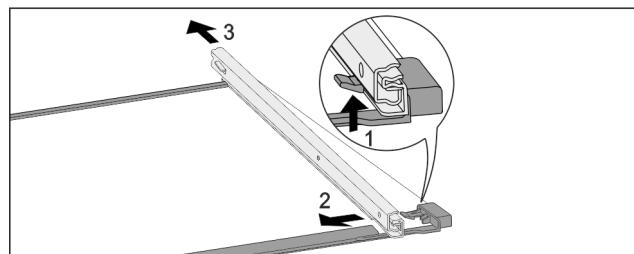

Fig. 172 Стъклена плоча с релси
- ▶ Натиснете нагоре предните фиксиращи палци. Fig. 172 (1)
- ▶ Пълзнете изтеглящата релса настрани Fig. 172 (2) и назад Fig. 172 (3).